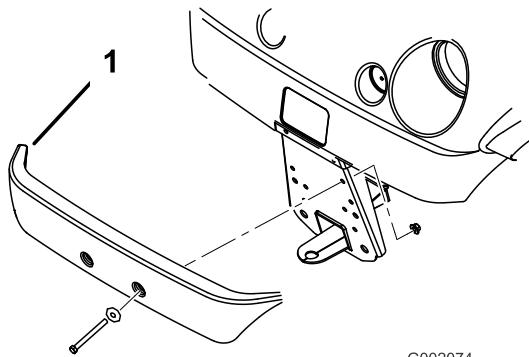

Figure 6
2. Alignez les trous de montage et assujettissez le pare-chocs au châssis à l'aide des fixations retirées précédemment (Figure 6).